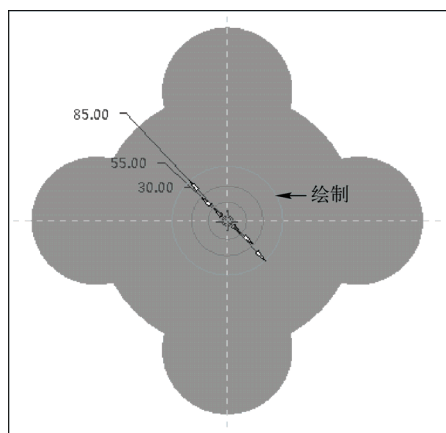

图 8-67 绘制第三个草绘截面
STEP 08 在绘图区中任意位置单击鼠标右键，在弹出的快捷菜单中选择“切换截面”选项，绘制第三个草绘截面，如图 8-67 所示。